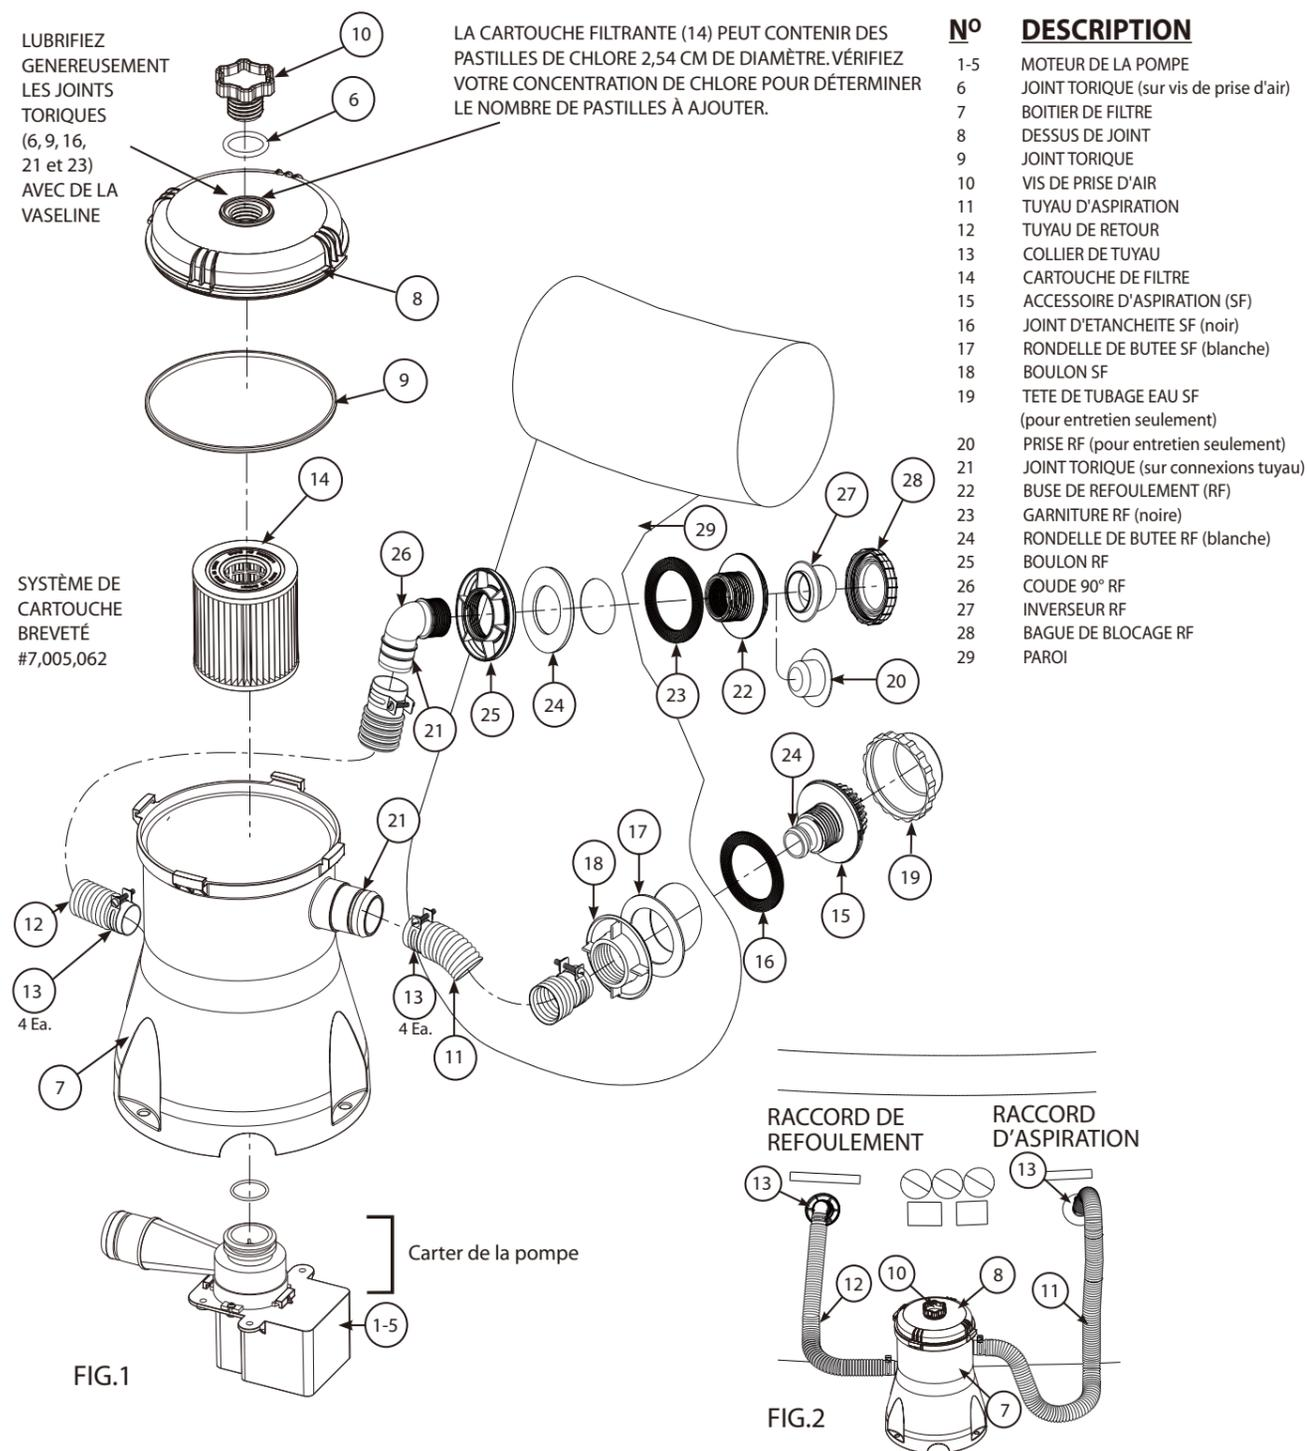

FIG.1
1 ASSEMBLAGE DU MOTOFILTRE: (RÉFÉRENCE EN PAGE 3, FIG. 1) AVERTISSEMENT - EXTRÊMEMENT IMPORTANT!
But: inverse la direction de l'eau de refoulement entrant dans la piscine, voir pièce #27 FIG. 1. Vous pouvez régler le Raccord Buse (27) après avoir desserré la Bague de Serrage RdR (28) FIG. 1. Le Raccord Buse RdR (27) peut servir à induire une rotation dans le sens horaire de l'eau de la piscine vers le Raccord d'Aspiration (15). Pour ce faire desserrez légèrement la Bague de Serrage et tournez la Buse vers le haut poussant l'eau horizontalement sous la surface en direction opposée à l'aire du Raccord d'Aspiration. NE PAS LE DIRIGER directement vers le Raccord d'Aspiration car ceci diminuera profondément la circulation de l'eau et la filtration. Serrez la Bague de Serrage RdR pour retenir le Raccord Buse RdR dans la position que vous avez choisi. Plus tard vous pourrez régler le Raccord Buse RdR vers le bas pour aider à prévenir que les sédiments ne s'accumulent sur le fond de votre piscine.